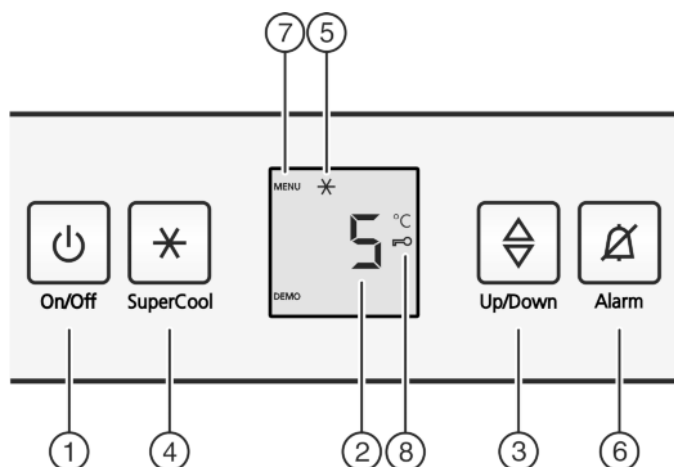

Fig. 2
- Appuyez sur la touche marche/arrêt Fig. 2 (1).
- Appuyer env. 5 secondes sur la touche SuperCool Fig. 2 (4).
- ▷ Le symbole Menu Fig. 2 (7) apparaît dans l'affichage.
- Confirmer brièvement avec la touche SuperCool Fig. 2 (4).
- ▷ Le symbole Sécurité enfants Fig. 2 (8) s'allume dans l'affichage.
- Appuyer brièvement sur la touche On/Off Fig. 2 (1).
- Appuyer sur la touche Alarme Fig. 2 (6).
- Appeler la fonction de température : appuyer sur la touche de réglage Fig. 2 (3).
- Modifier la température par incrément de 1 °C : appuyer sur la touche de réglage Fig. 2 (3) jusqu'à ce que la température souhaitée apparaisse dans l'affichage de température.
- Appuyer brièvement sur la touche SuperCool Fig. 2 (4).
- Le symbole SuperCool Fig. 2 (5) s'allume dans l'affichage.